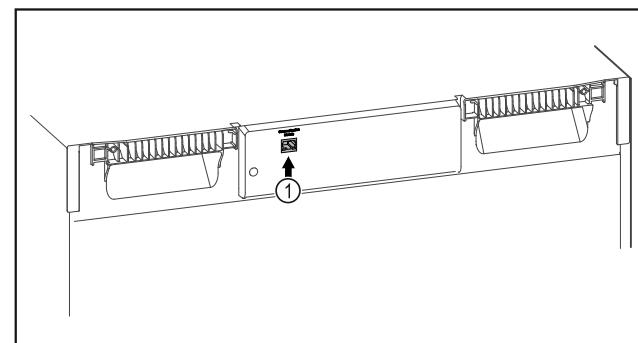

Fig. 119
- SmartModule Fig. 119 (1) ist eingesetzt.